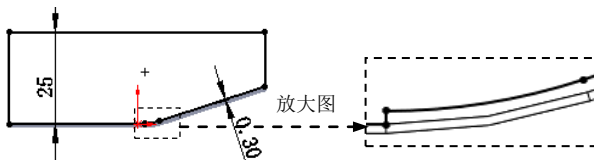

图 9.14 边线—法兰 1 草图
(3) 定义法兰参数。
① 定义法兰角度值。在 **角度(A)** 区域的 文本框中输入角度值 90.0。
② 定义长度类型和长度值。在 **法兰长度(L)** 区域的 下拉列表中选择 **给定深度** 选项，在 文本框中输入深度值 1.0。
③ 定义法兰位置。在 **法兰位置(N)** 区域中，单击“材料在内”按钮 。
(4) 单击 按钮，完成边线—法兰 1 的初步创建。
(5) 编辑边线—法兰 1 的草图。在设计树的 **边线—法兰1** 上右击，在系统弹出的快捷菜单中单击 命令，系统进入草图环境。绘制图 9.14 所示的草图。退出草图环境，此时系统完成边线—法兰 1 的创建。